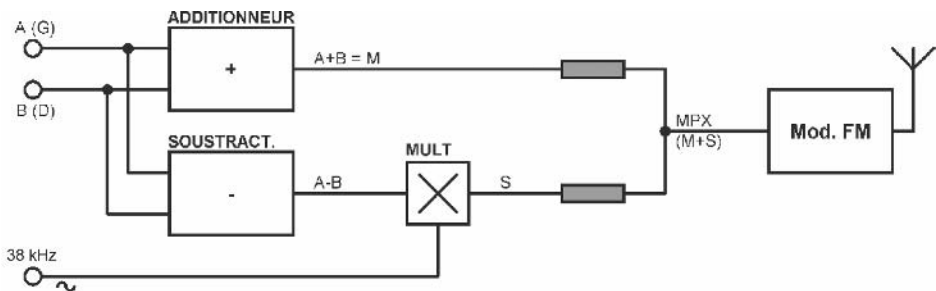

Figure 3.5
**Tentatoo** – Je vous taquinais. Voyons maintenant la seconde méthode, où l’on se sert de l’amplitude du signal  $A-B$  pour moduler l’amplitude d’un signal sinusoïdal fixe (porteuse) de 38 kHz (figure 3.5). Cette méthode devrait vous plaire, puisque l’on fait un usage évident et « noble » de notre signal  $A-B$ . Pouvez-vous m’indiquer la différence principale entre les deux méthodes ?